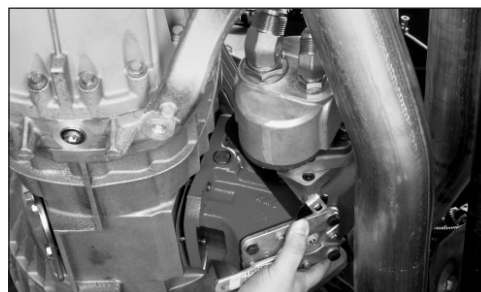

Fig. 15
16. Prenda a TDF/Bomba na transmissão (Fig.15).